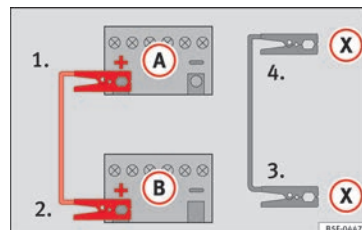

Fig. 77 Schéma de branchement pour les véhicules équipés du système Start-Stop.
- *Sur les véhicules avec système Start-Stop :* raccordez une extrémité du câble d'urgence *noir* (X) à une borne de mise à la terre appropriée, à une pièce métallique massive vissée au bloc-moteur, ou au bloc-moteur lui-même » fig. 77.
5. Branchez l'autre extrémité du câble de démarrage *noir* (X), dans le véhicule avec la batterie déchargée à une pièce en métal massif vissée au carter-moteur ou directement au carter-moteur mais le plus loin possible de la batterie (A).